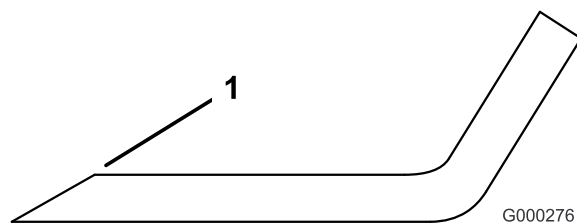

Figura 80
1. Utilice una lima para afilar el filo de corte en ambos extremos de la cuchilla (Figura 80). Mantenga el